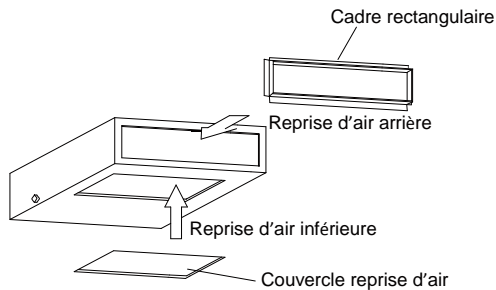

Fig.37
- (2). L'emplacement d'installation par défaut du cadre rectangulaire est sur le côté arrière et le couvercle de reprise d'air est sur le dessous, comme indiqué dans la Fig.37.